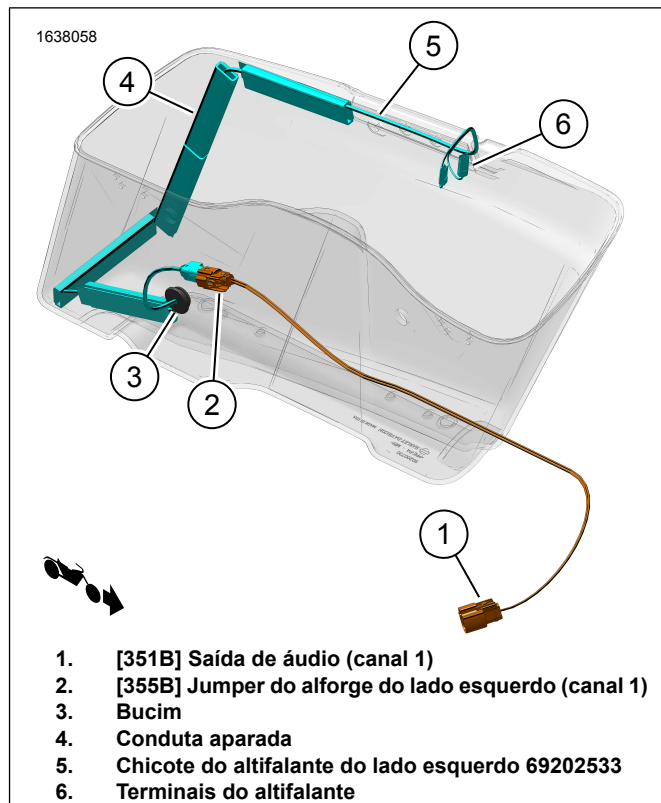

Figura 4. Encaminhamentos do Chicote do Alforje do Lado Esquerdo
12. Ver a Figura 4. Instale o chicote do altifalante do lado esquerdo.
- b. Ver a Figura 4. Encaminhe o chicote de fios (5) conforme demonstrado.